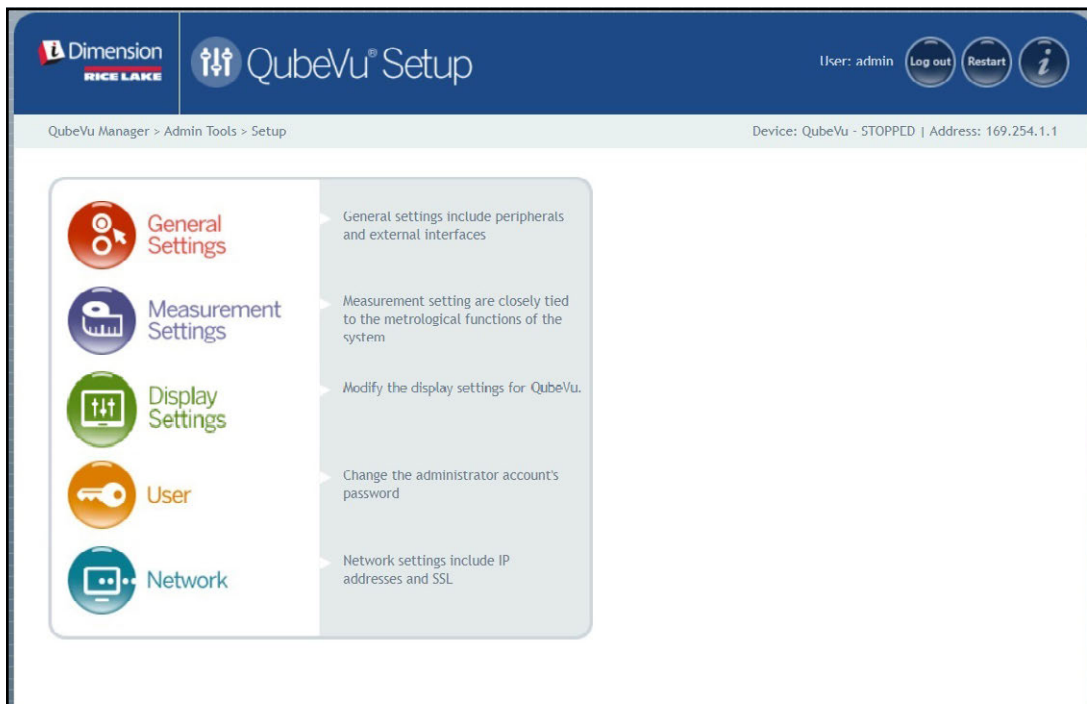

Figure 5-1. Menu de configuration
- Sélectionnez  **General Settings** dans le menu **Setup** (Configuration) (Figure 5-1, page 23). Le menu **General Settings** (Réglages généraux) s'affiche.
- Sélectionnez  **Measurement Settings** dans le menu **Setup** (Configuration) (Figure 5-1, page 23). Le menu **Measurement Settings** (Paramètres de mesure) s'affiche.